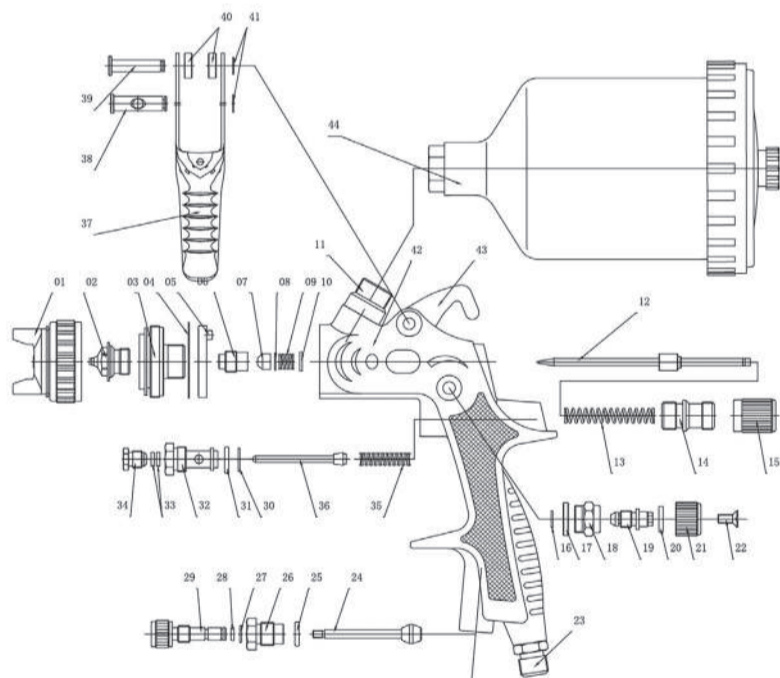

Рис. 1
СХЕМА КРАСКОПУЛЬТА (Рис. 1)
- Для регулировки ширины и формы факела, поверните соответствующий регулятор (№21, Рис.1). При необходимости форму факела можно изменить с овальной на круглую.
- Для регулировки соотношения подачи воздуха и материала, поверните регулятор подачи воздуха (№29, Рис.1) и/или регулятор подачи материала (№15, Рис.1) до нужного положения. Во время работы ни в коем случае не выкручивайте регуляторы полностью.
• ПЕРЕД РАЗБОРКОЙ, ЧИСТКОЙ ИЛИ СЕРВИСНЫМ ОБСЛУЖИВАНИЕМ КРАСКОПУЛЬТА ОБЯЗАТЕЛЬНО ПРЕКРАТИТЕ СООТВЕТСТВУЮЩИМИ РЕГУЛЯТОРАМИ ПОДАЧУ ВОЗДУХА К КРАСКОПУЛЬТУ (№29, Рис.1) И ПОДАЧУ ЛАКОКРАСОЧНОГО МАТЕРИАЛА В НЕМ (№15, Рис.1), ПОСЛЕ ЧЕГО СБРОСЬТЕ ДАВЛЕНИЕ В ВОЗДУШНЫХ КАНАЛАХ КРАСКОПУЛЬТА НАЖАТИЕМ НА ЕГО КУРОК (№37, Рис.1).